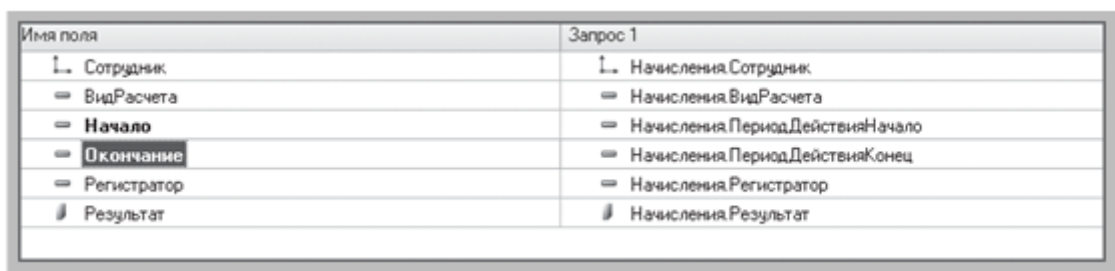

Рисунок 26.20 - Объединения/Псевдонимы
8.4 На закладке **Объединения/Псевдонимы** определим следующие псевдонимы полей **ПериодДействияНачало** и **ПериодДействияКонец** (рисунок 26.20).